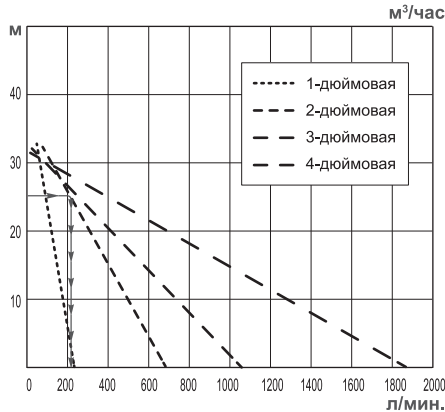

Рис. 13 График зависимости производительности Q мотопомпы от высоты подъема (H)
- График зависимости производительности мотопомпы от высоты подъема H_3 (Рис. 13).
4. На графике зависимости высоты подъема от производительности мотопомпы (Рис.13) находим величину расхода, она составляет примерно 200 л/мин или 12 м³/час.